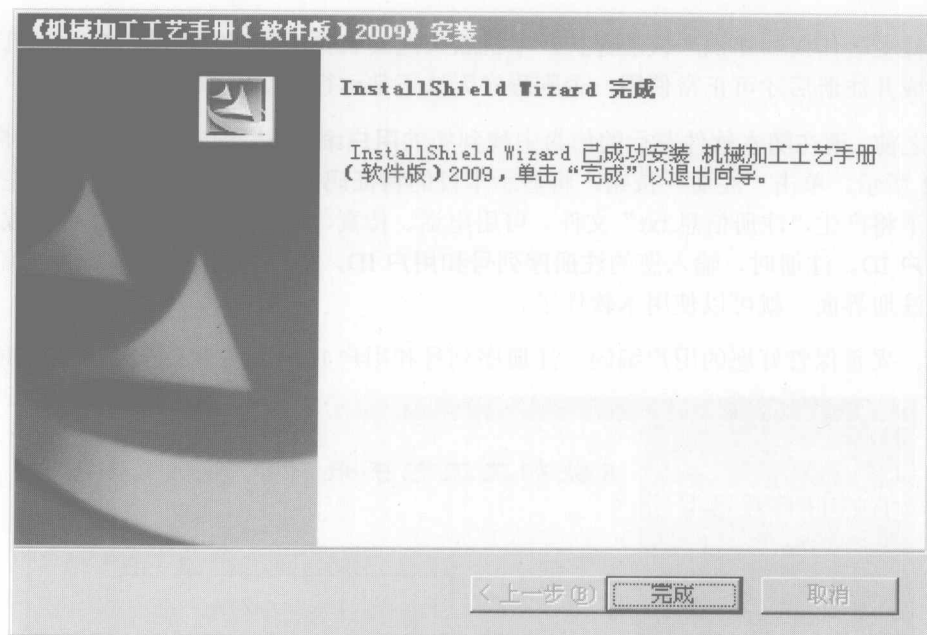

图 1-11 安装程序的结束界面
(10) 最后，屏幕上显示如图 1-11 所示的安装程序的结束界面。单击“完成”按钮，完成整个安装过程。